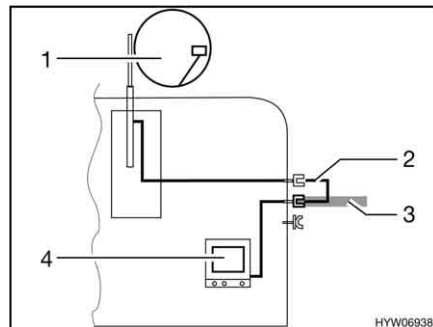

Bild 177 TV i fordonet
- TV i fordonet (Bild 177,4): Anslutning till takantenn (Bild 177,1) med anslutningskabel (Bild 177,2)
- TV i fordonet (Bild 177,4): Anslutning till extern antenn (Bild 177,3)